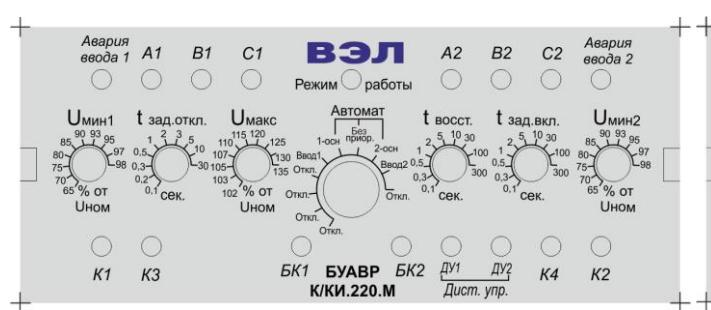
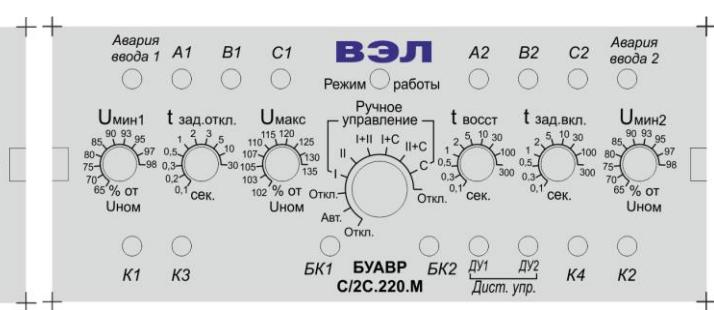

Рис. 3 Расположение органов управления и индикации БУАВР.К и БУАВР.КИ
Рис. 4 Расположение органов управления и индикации БУАВР.С и БУАВР.2С
- 4.3. Переключение режимов работы производится с помощью 10-позиционного переключателя, находящегося на передней панели, в центре, рис.3, рис.4. Для удобства контроля режимов работы БУАВР при запуске и эксплуатации, предусмотрена светодиодная индикация режимов работы с помощью многоцветного светодиода «Режим работы», рис.3, рис.4. Описание режимов работы БУАВР и соответствие индикации приведены в табл. 1 и табл.2..
4.6. БУАВР имеет четыре исполнительных выходных реле с НО контактами. Назначение выходных исполнительных реле для различных модификаций БУАВР приведено в табл. 4. О замыкании контактов исполнительных реле сигнализирует зажигание соответствующих индикаторов К1 - К4, рис.3 и рис.4.
4.8. Выбор модификации БУАВР производится с помощью перемычек «J1» и «J2». Внешний вид лицевой панели для различных модификаций БУАВР приведен на рис.3, рис.4. Соответствие между модификациями БУАВР и положением перемычек приведено в таблице 6. Перемычки «J1» и «J2» находятся на нижней плате БУАВР, и устанавливаются со стороны выходных клеммников с помощью пинцета.